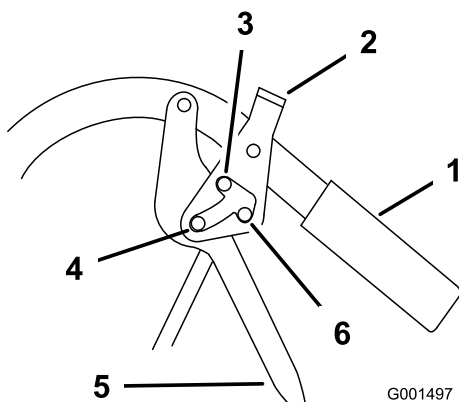

Figura 7
1. Apriete las palancas de avance (Figura 7).
2. Coloque los dedos pulgar sobre la parte superior de los cierres y desplácelos hacia adelante a la posición de **aparcar** (Figura 7).
1. Apriete hacia atrás las palancas de avance (Figura 7).
2. Coloque los dedos pulgar sobre la parte superior de los cierres y desplácelos hacia atrás a la posición de **avance** (Figura 7).
2. Coloque los dedos pulgar sobre la parte superior de los cierres y desplácelos hacia atrás a la posición de **bloqueo de punto muerto** (Figura 7).
2. Coloque los dedos pulgar sobre la parte superior de los cierres y desplácelos hacia adelante a la posición de **avance** (Figura 7).